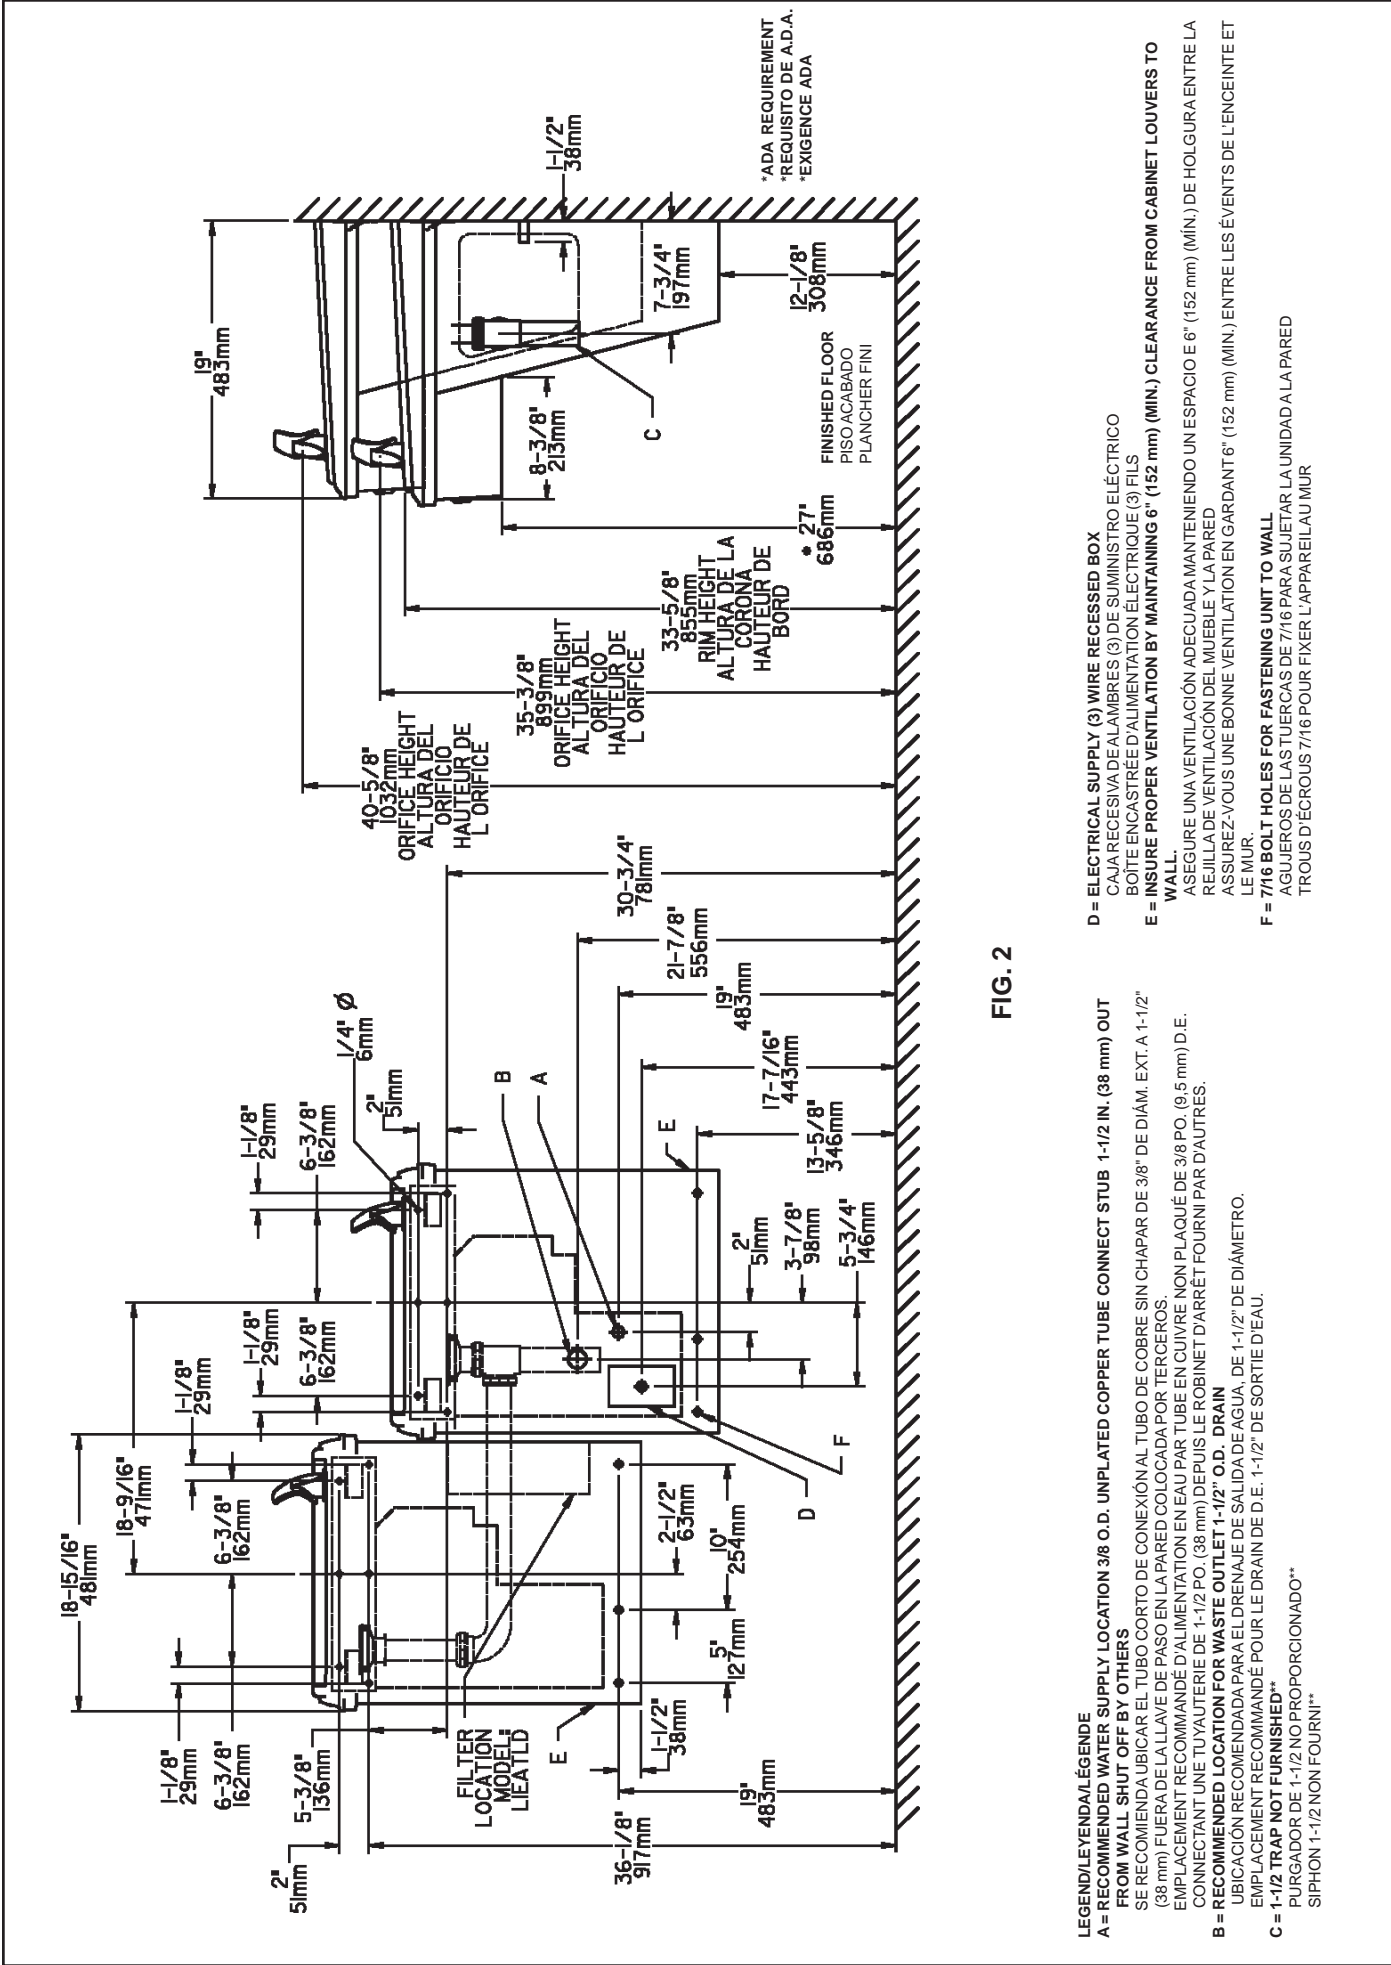

FIG. 2
- 1) Remove hanger bracket fastened to back of cooler by removing one (1) screw.
- 2) Mount the hanger bracket and trap as shown in Figure 2. (Fig. 2 shows the **STANDARD** mounting of the two level model. See supplemental sheet P/N 97807C for **REVERSE** mounted two level.)
- 4) Hang the cooler on the hanger bracket. Be certain the hanger bracket is engaged properly in the slots on the cooler back as shown in Figure 2.
- 5) Loosen the two (2) screws holding the lower front panel at the bottom of cooler base and two (2) screws at the top. Remove the front panel and set aside.
- 1) Quite el fijador de suspensión sujetados a la parte posterior del enfriador quitando un (1) tornillo.
- 2) Monte el fijador de suspensión y quite el purgador como se muestra en la Fig. 2.
- 1) Retirez le support de suspension à l'arrière du refroidisseur en enlevant une (1) vis.
- 2) Installez le support et le siphon tel qu'indiqué à la fig. 2.
- 4) Installez le refroidisseur sur le support en vous assurant que ceux-ci sont bien installés dans les fentes à l'arrière du refroidisseur tel qu'indiqué à la figure 2.
- 5) Dégagez les deux (2) vis retenant le panneau inférieur avant au bas de la base du refroidisseur ainsi que deux (2) vis sur le dessus. Retirez le panneau avant et mettez-le de côté.